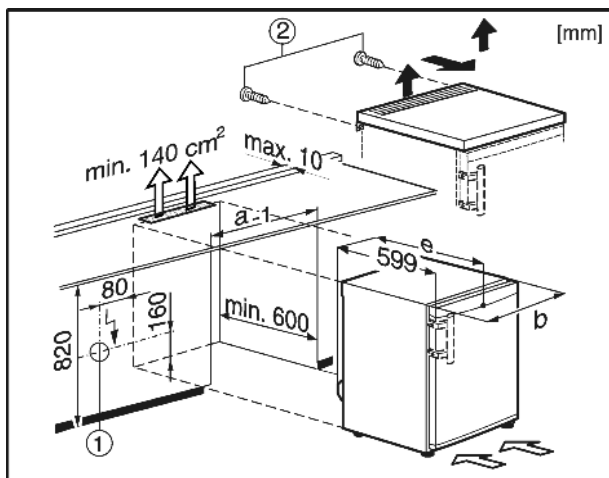

Fig. 9
Die Steckdose Fig. 9 (1) muss dabei außerhalb der Geräte- rückseite liegen und leicht zugänglich sein.
- ▶ Schrauben Fig. 9 (2) an der Rückseite entfernen.